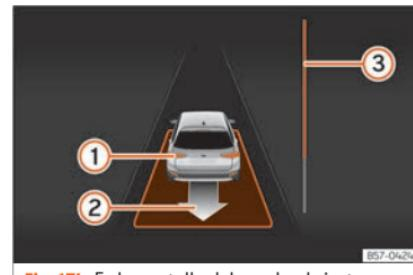

Fig. 174 En la pantalla del cuadro de instrumentos: desaparcar de un hueco en línea.
- Retroceda hasta que suene la señal continua del ParkPilot; **O BIEN**: dé marcha atrás hasta que en la pantalla del cuadro de instrumentos aparezca la indicación de dar marcha adelante. La barra de progreso » fig. 174 ③ indica la distancia que hay que recorrer » pág. 260.